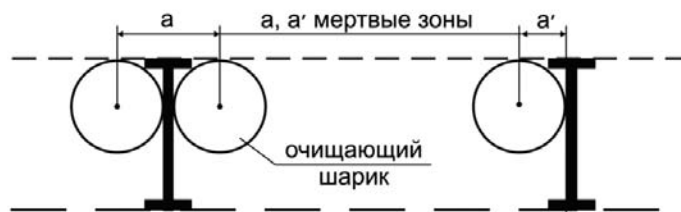

Рис. 1. «Мертвые зоны» при очистке сита упругими шариками.
1. Площадь рассева, точнее, площадь сита, за исключением мертвых зон, то есть зон, в которых очистка не происходит в силу способа очистки и конструктивных особенностей крепления сита (рис. 1).